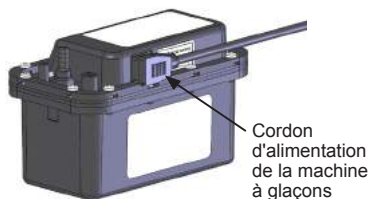

Figure 9
5. Débranchez le cordon d'alimentation de la machine à glaçons de la pompe de vidange (Figure 9).